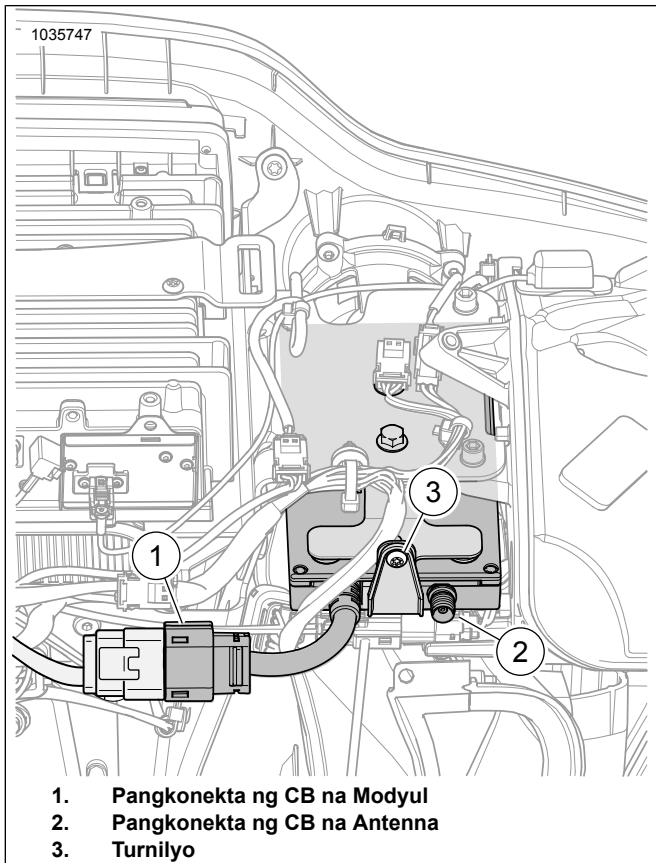

Figure 5. Mga Pangkonekta ng Panloob na Harness ng Fairing
6. Tingnan ang Figure 5 . Ikonekta ang 12-place na housing ng socket sa CB [184] (1).